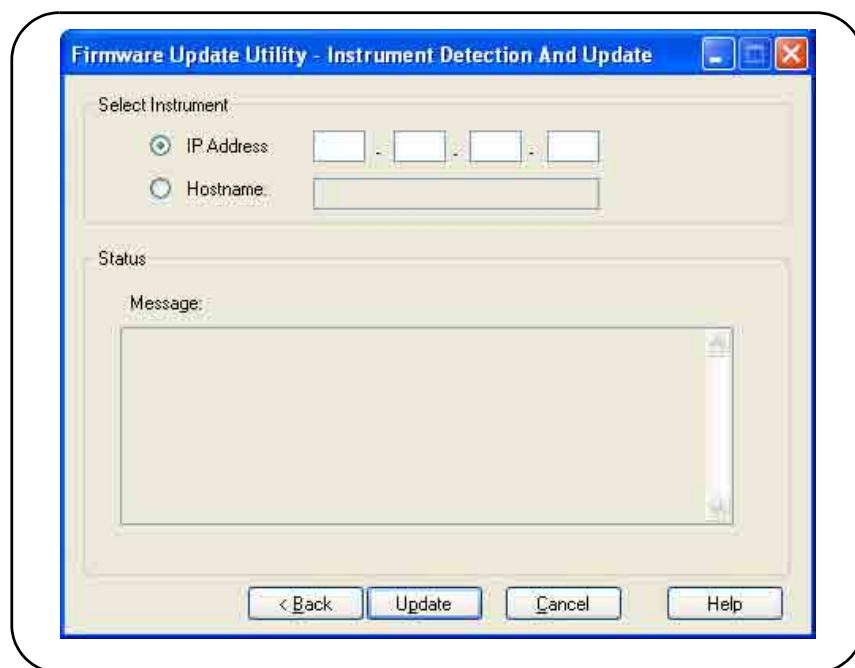

Figure 2-11. Saisie de l'adresse IP ou du nom d'hôte
3. Entrez l'adresse IP ou le nom d'hôte du compteur (Figure 2-11). Sélectionnez « Update » pour lancer la mise à jour.